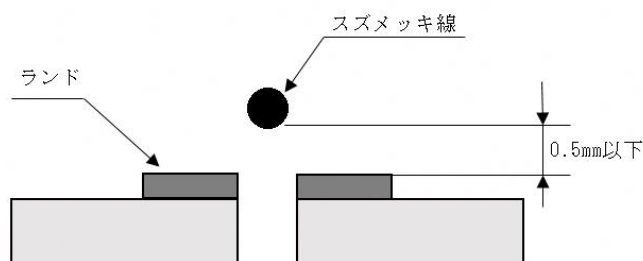

図 1 3 配線浮き上がり限界
⑦以下の部品は、ピンまたはリードを折り曲げずに取付ける。
⑧スズメッキ線による配線
- ・配線は基板から浮き上がらないように直線的に行い、浮き上がりの許容差は図 1 3 に示すとおりとする。